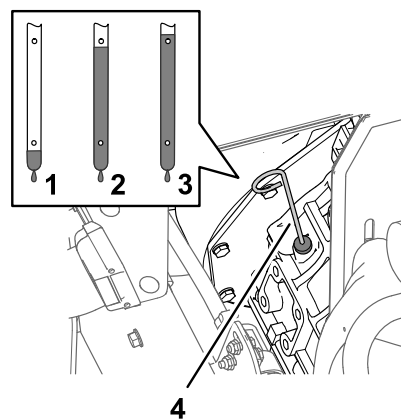

Figura 70
2. Retire la varilla, ubicada debajo del asiento del pasajero, y límpiela con un paño limpio (Figura 70).